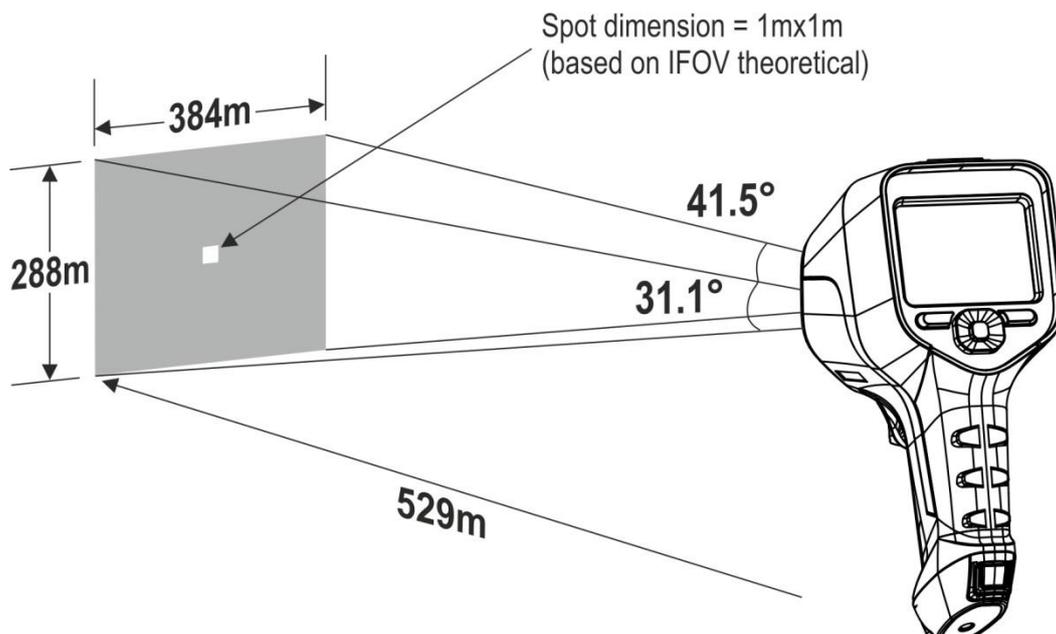

Fig. 48: Representação do campo de visão FOV do instrumento
4. Clique no ícone “T” para inserir uma anotação textual na imagem. O ecrã da Fig. 48 - lado direito é exibido no dispositivo